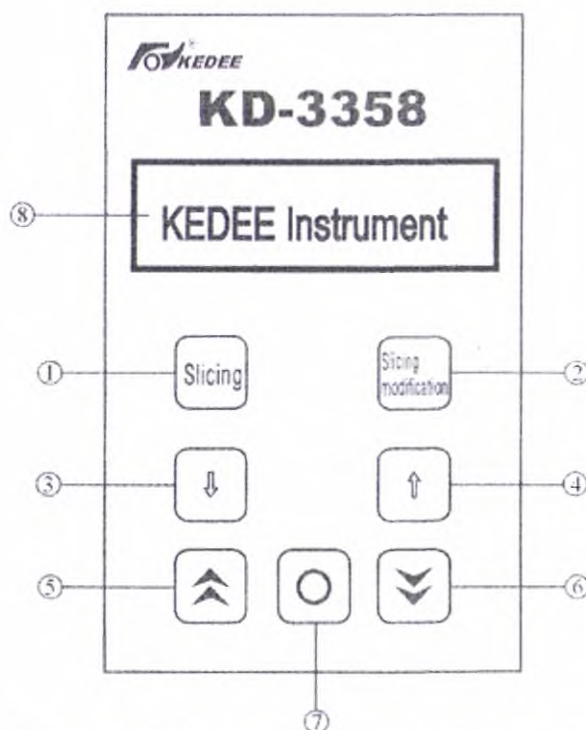

Рисунок 6. Панель управления микротомом
На панели управления Микротомом (Рисунок 6) находятся следующие элементы управления:
| Рисунок 6, (1) | Клавиша нарезки: нажмите эту клавишу, чтобы подтвердить и сохранить настройки программы.              |
| Рисунок 6, (2) | Клавиша тримминга: Операции тримминга могут выполняться ручным маховичком после нажатия этой клавиши. |
| Рисунок 6, (3) | Клавиша «минус»: нажмите эту клавишу, чтобы уменьшить толщину среза или тримминга выбранных элементов. |
| Рисунок 6, (4) | Клавиша «плюс»: нажмите эту клавишу, чтобы увеличить толщину среза или тримминга выбранных элементов.  |
| Рисунок 6, (5) | Клавиша ускоренного передвижения назад: зажим образца перемещается назад.                              |
| Рисунок 6, (6) | Клавиша ускоренного передвижения вперед: зажим образца перемещается вперед.                            |
| Рисунок 6, (7) | Клавиша спящего режима (клавиша подтверждения): включается режим энергосбережения и защиты экрана.     |
| Рисунок 6, (8) | Светодиодный дисплей панели управления: вывод информации.                                              |
- После нажатия клавиши тримминга (Рисунок 6, (2)), на дисплее (Рисунок 6, (8)) будет отображаться значение толщины среза в мкм.
- Затем необходимо отрегулировать толщину, нажимая клавиши «плюс» (Рисунок 6, (4)) и «минус» (Рисунок 6, (3)), до тех пор, пока не будет установлена необходимая толщина.
- После нажатия клавиши нарезки образцов (Рисунок 6, (1)), на дисплее (Рисунок 6, (8)) будет отображаться значение толщины среза в мкм.
- Нажимая клавиши «плюс» (Рисунок 6, (4)) и «минус» (Рисунок 6, (3)), устанавливается необходимая толщина среза.
Клавиша «нарезки» (Рисунок 6, (1)) должна быть нажата перед началом операции нарезки. После того, как во время процесса нарезки выполнялись такие операции, как ускоренная перемотка вперед и назад или регулировка толщины среза. В противном случае ручной маховичок не будет вращаться.
Прибор автоматически перейдет в режим сна, если он не используется через несколько минут после запуска. Для возобновления работы необходимо нажать клавишу спящего режима (Рисунок 6, (7)).